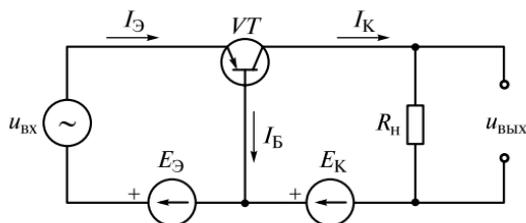

Рис. 1.4
1.11. Транзистор VT включен по схеме с общей базой (рис. 1.4). Могут ли превышать единицу коэффициент усиления по току K_I и коэффициент усиления по напряжению K_U ?